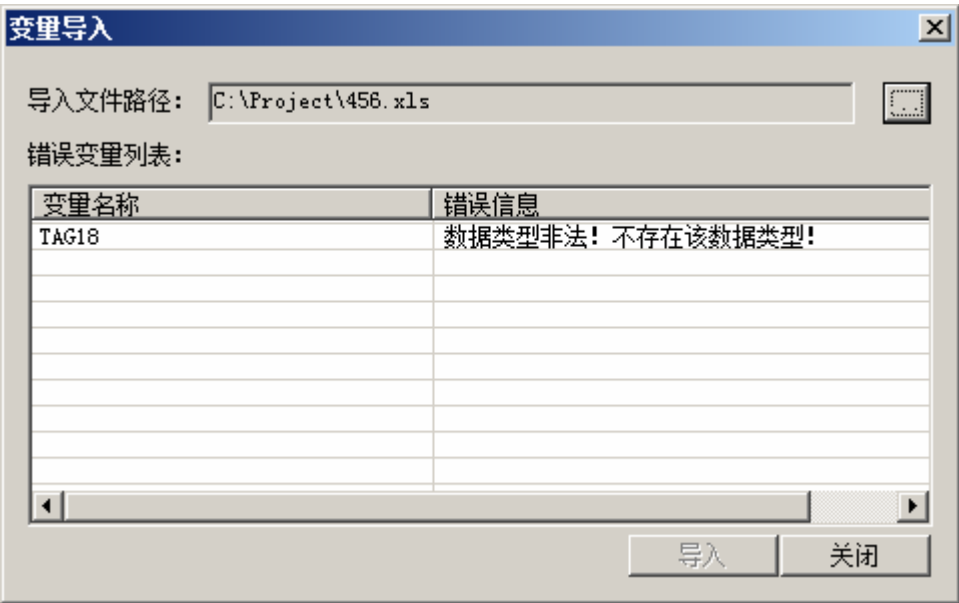

图 5-9 变量导入界面
- 导入的变量数据类型不能为空等，当导入的数据格式不满足要求时，将会在变量导入界面的“错误变量列表”中列出详细的错误信息，如图 5-9 所示。